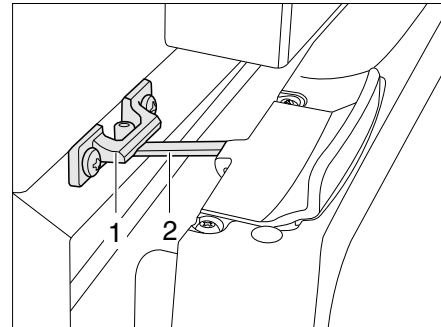

Fig. 137 Porte du réfrigérateur en position de ventilation (Thetford)
- Ouvrir le verrouillage (Fig. 137,2) et l'enclencher dans le logement de verrouillage (Fig. 137,1). La porte du réfrigérateur reste ainsi légèrement ouverte.